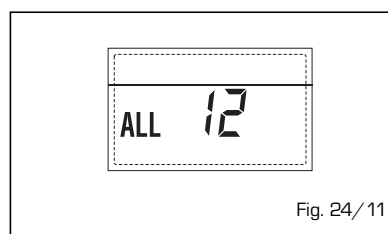

Fig. 24/11
- INTERVENTO TERMOSTATO SICUREZZA PRIMA ZONA MISCELATA "ALL 20" (fig. 24/12)